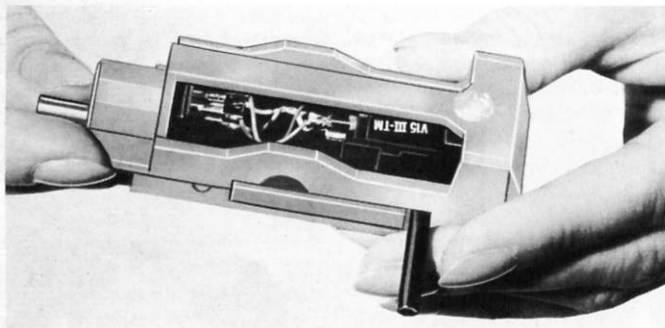

fig. 9
4. A l'aide de la vis d'ajustage, régler maintenant de telle manière que la pointe de l'aiguille coïncide exactement avec le croissillon de la lentille (fig. 9). Ensuite, la vis **C** est serrée.